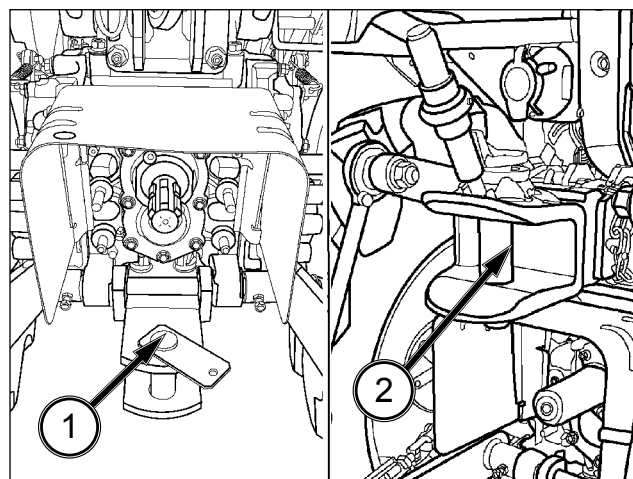

FIG. 76
FIG. 76 : Le tracteur de type E4 est équipé d'un attelage arrière (TRH-1776A) (1). L'attelage situé à l'arrière du tracteur permet d'attacher à celui-ci des équipements remorqués. Le tracteur ne dispose pas de circuit de freinage pour la remorque.